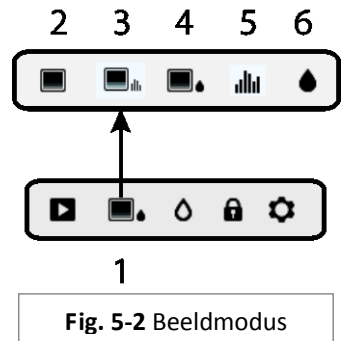

Fig. 5-2 Beeldmodus
Druk op de Selectieknop om toegang tot het Hoofdmenu te krijgen en selecteer vervolgens het Beeldmodus pictogram (1). Zie Fig. 5-2. Kies Alleen IR-warmtebeeldmodus (2), IGM aanpassingsmodus (3), IGM vochtmodus (3), Psychometriemodus (4) of alleen Vochtmodus (4). Elke modus wordt hieronder beschreven.